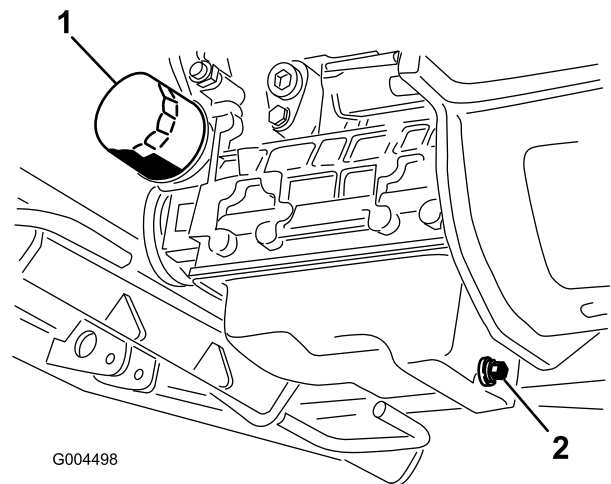

Bild 43
3. Stellen Sie eine Ablaufwanne unter die Ölwanne und richten Sie sie mit der Ablassschraube aus (Bild 43).
6. Entfernen und wechseln Sie den Ölfilter aus (Bild 43).